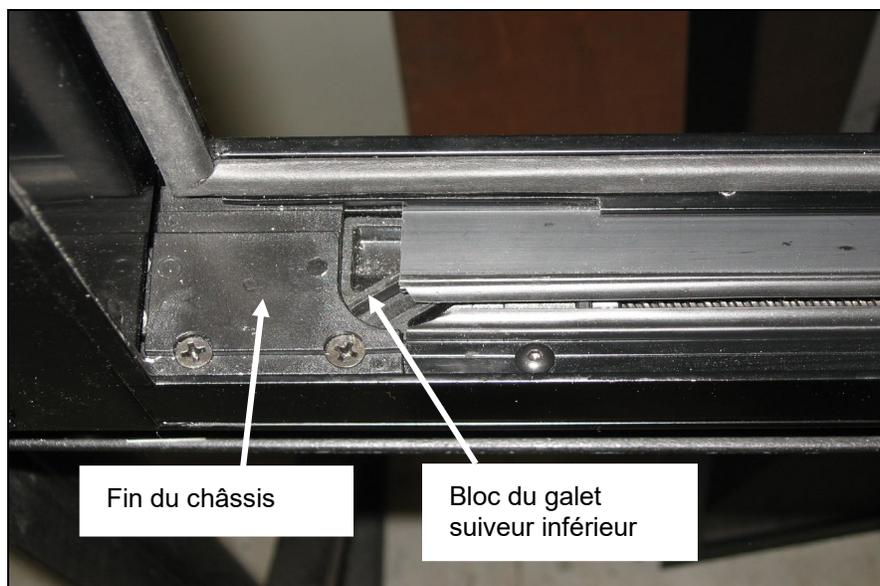

FIGURE 105: ALIGNEMENT ADÉQUAT
1. Aligner le bord avant de l'encoche située sur le bloc du galet suiveur inférieur et la fin du châssis. Utiliser l'interrupteur à bascule pour obtenir le bon alignement. (Figure 105).